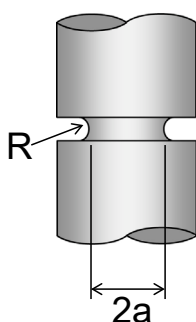

図1 試験体形状
- 図1に示す切欠き付き丸棒引張試験片の切欠き底曲率半径(R)と切欠き底断面半径(a)をシルエットで連続的に計測します。それにより、真応力－真ひずみ曲線および延性き裂発生時の限界真ひずみと応力三軸度を連続的に取得できます。なお、真応力－真ひずみ曲線の応力不連続低下点が延性き裂発生点です(図2)。